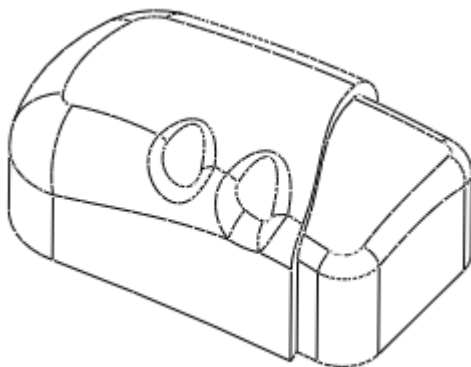

图 42-27
- (5) 特征操控板中的  按钮，完成偏移特征建立，如图 42-27 所示。